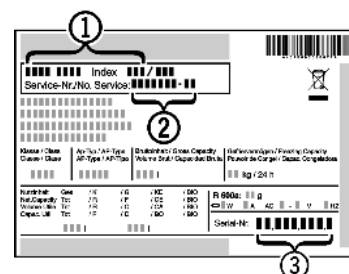

Fig. 53
- ▶ A készülék megnevezését Fig. 53 (1), a szerviz- Fig. 53 (2) és sorozatszámot Fig. 53 (3) a típustábláról olvassa le. A típustábla a készülék belsejében baloldalon található.